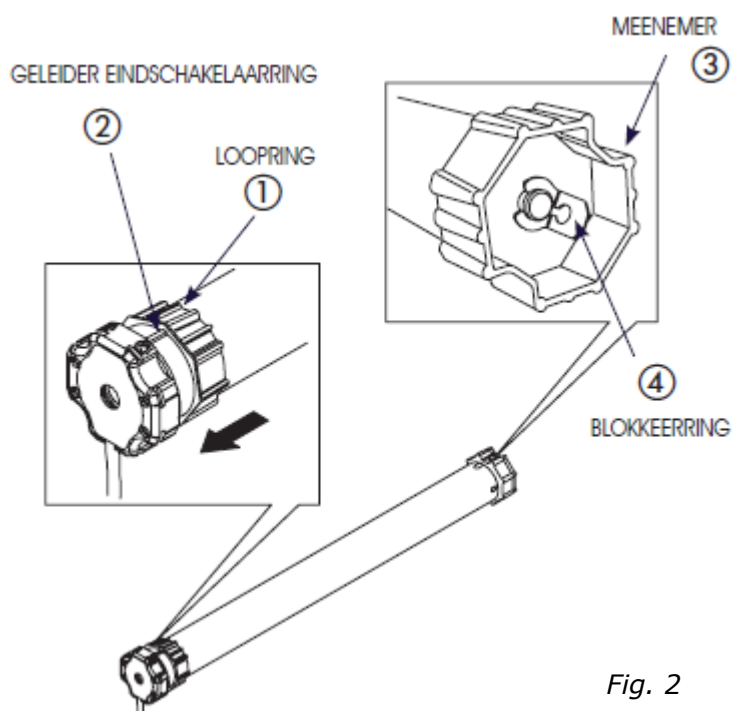

Fig. 2
1. Plaats de adapter (Fig.2 ref. 1) over de buismotor, totdat deze helemaal over de geleider (Fig.2 ref.2) van de eindschakelaar is geschoven.
2. Plaats de meenemer (Fig.2 ref.3) over de motoras en blokkeer hem met de meegeleverde blokkeerring. (Fig.2 ref.4)